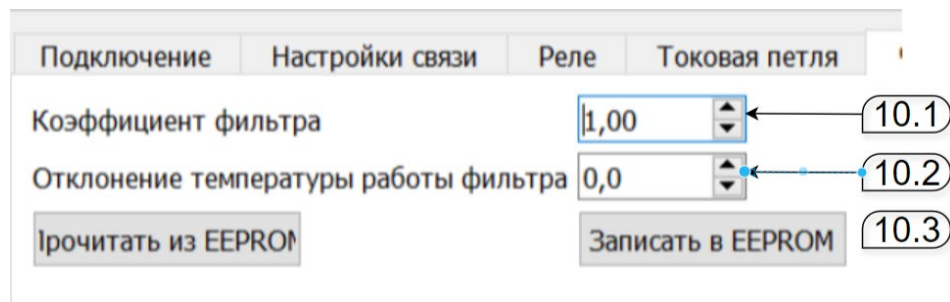

Рисунок 10 Фильтр- Вкладка программы ПК: 10.1-10.2 – параметры работы фильтра пирометра; 10.3 прочтение/запись EEPROM
7.6.1 Изменяемые параметры фильтра (см. Рисунок 10 : пп. 10.1-10.2)
7.6.2 Запись в устройство (см. Рисунок 10 : п. 10.3)